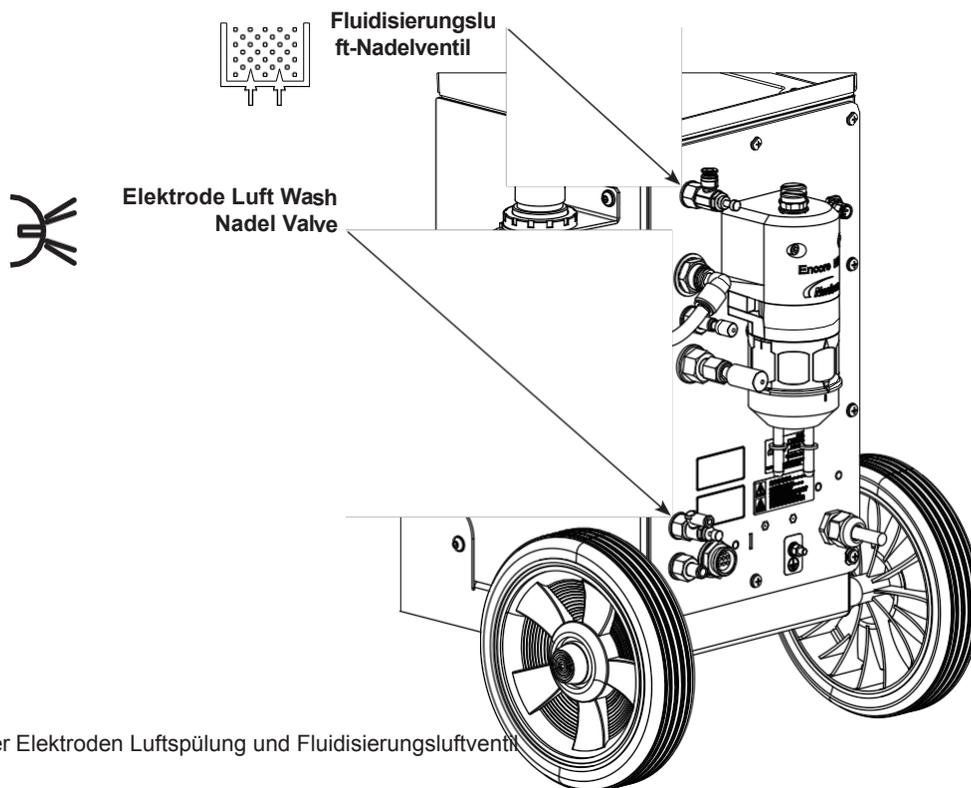

Abbildung 4-2 Lage der Elektroden Luftspülung und Fluidisierungsluftventil
Siehe Abbildung 4-2.
Siehe Abbildung 4-2. Die Elektrodenspülluft wäscht die Elektrode der Spritzpistole kontinuierlich ab, um zu verhindern, dass sich Pulver auf ihr ansammelt. Die Elektrodenspülluft schaltet sich automatisch ein und aus, wenn die Spritzpistole ein- und ausgeschaltet wird.
- a. Siehe Abbildung 4-2. Stellen Sie die Fluidisierungsluft so ein, dass das Pulver um das Aufnahmerohr herum fluidisiert wird, ohne dass Pulver aus der Box geblasen wird. Durch das Auslösen der Spritzpistole wird der Rüttelmotor eingeschaltet. Je nach Einstellung der Rüttelmotorfunktion, der Motor wird:
- a. Siehe Abbildung 4-2. Verwenden Sie das Nadelventil für die Fluidisierungsluft , um den Druck der Fluidisierungsluft so einzustellen, dass der Druck gerade ausreicht, um das Pulver im Trichter leicht zu "kochen". Die Fluidisierluft bewirkt eine Volumenvergrößerung des Pulvers.